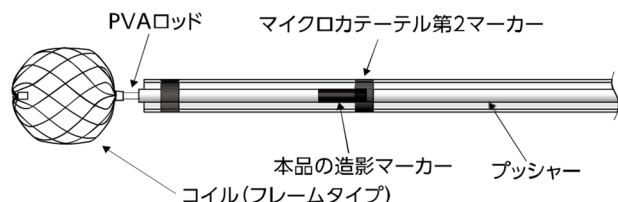

図8. 造影マーカーの位置合わせ状態概略図
- ⑧ X線透視下でマイクロカテーテルの先端までコイル（フレームタイプ）を進め、本品のコイル（フレームタイプ）後端がマイクロカテーテルの第2マーカー（手元側）を越えたことを確認する。（図8）
- ⑨ EDクリップを本品のプッシャー後端に接続し、赤ランプの点灯ならびにブザーの連続音が鳴ることを確認する。[本品のコイル（フレームタイプ）後端がマイクロカテーテルの第2マーカー（手元側）を越える前に接続すると、離脱装置が反応しないことがある。その場合は、一旦EDクリップを外して、本品のコイル（フレームタイプ）後端がマイクロカテーテルの第2マーカー（手元側）を越えたことを確認してから離脱装置のRESETボタンを押す。]
(4) コイル（フレームタイプ）の離脱（デタッチ）
- ① X線透視下で、マイクロカテーテルの先端が適切な位置にあることを確認しながら、ゆっくりとコイル（フレームタイプ）を押し出す。
- ② 図8の通りマイクロカテーテルの第2マーカー（手元側）に本品の造影マーカー後端が重なった位置で挿入を止める。その際に離脱装置の赤ランプが緑ランプに変わり、ブザー音が止まることを確認する。